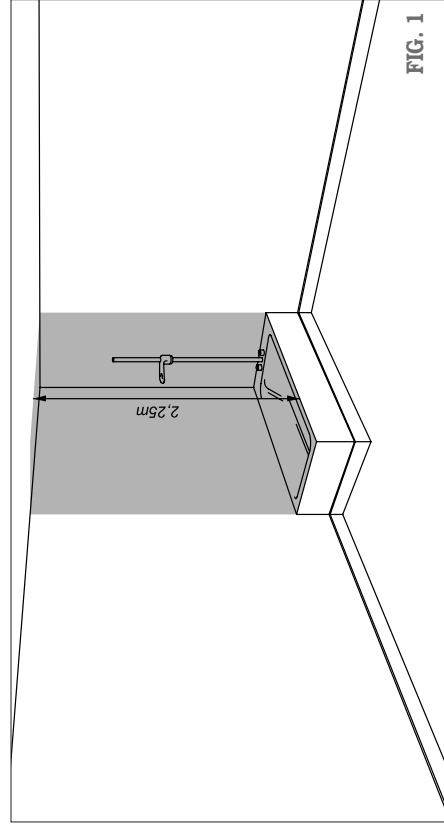

FIG. 1
- Dans le volume d'interdiction (fig. 1) page 18, des interrupteurs, prises de courant ou appareils d'éclairage ne seront pas installés.
Volumen de prohibición / Volume de proibição (Fig. 1) / Volume d'interdiction (Fig. 1).